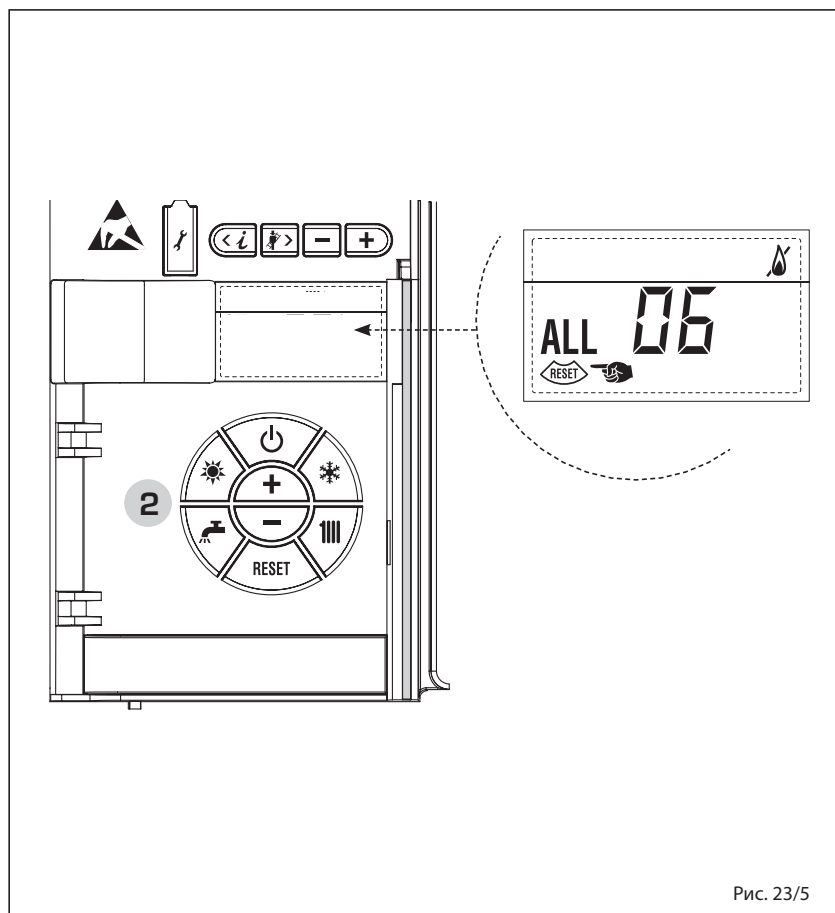

Рис. 23/5
– НЕПОЛАДКА ПРЕДОХРАНИТЕЛЬНОГО/ОГРАНИЧИТЕЛЬНОГО ТЕРМОСТАТА, «ТРЕВ. 07» (рис. 23/6)